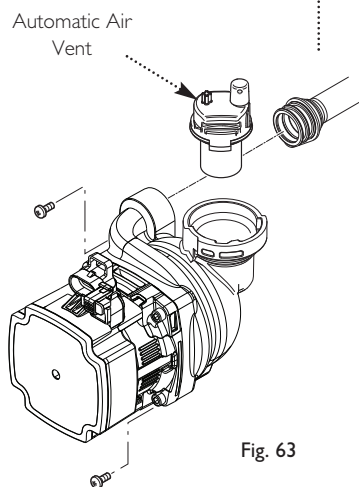

Fig. 63
13.14 Pump - Complete (Fig. 63)
13.15 Automatic Air Vent (Fig. 63)